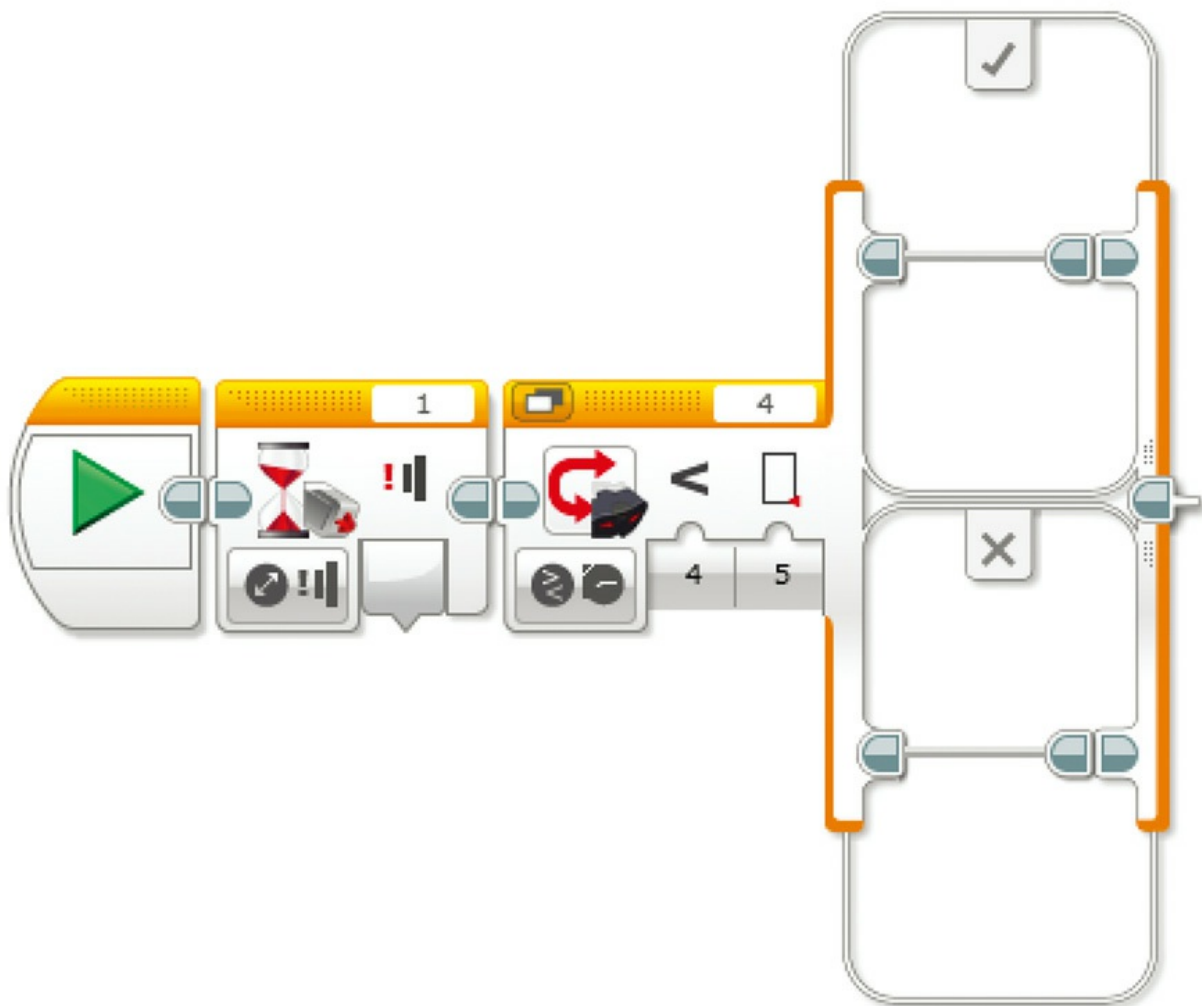

图9.4 更改切换模块的设置
3. 现在，更改切换模块的设置到“小于 (<) 5”，如图9.4所示。